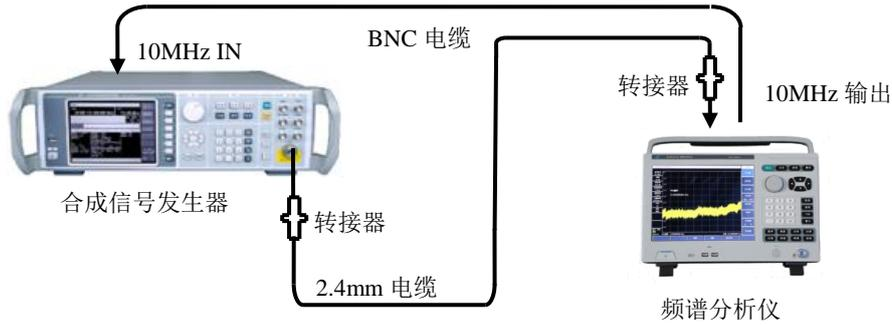

图 11-3 扫频宽度准确度测试设置
- 1) 如图 11-3 连接测试仪器，频谱分析仪为合成信号发生器提供频率参考。